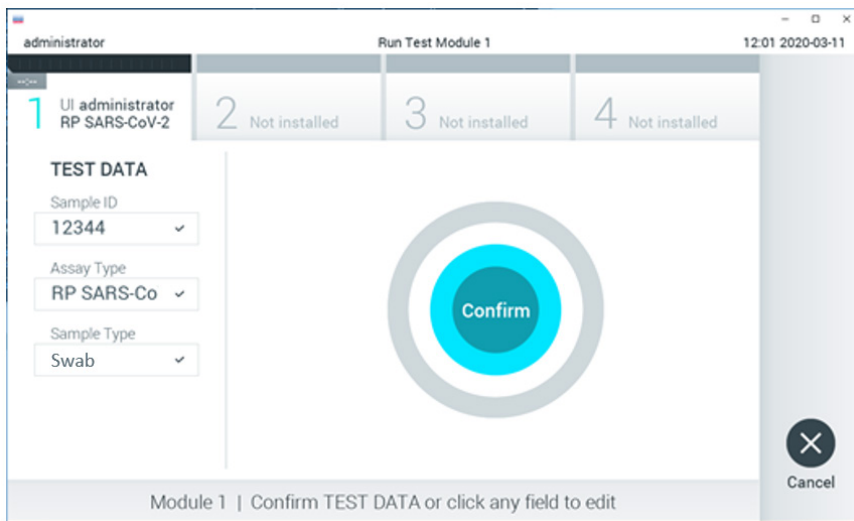

Figura 14. Confirmando a entrada de dados.
10. Pressione Confirm (Confirmar) quando todos os dados exibidos estiverem corretos. Se necessário, selecione o campo apropriado para editar os respectivos conteúdos ou pressione Cancel (Cancelar) para cancelar o teste (Figura 14).